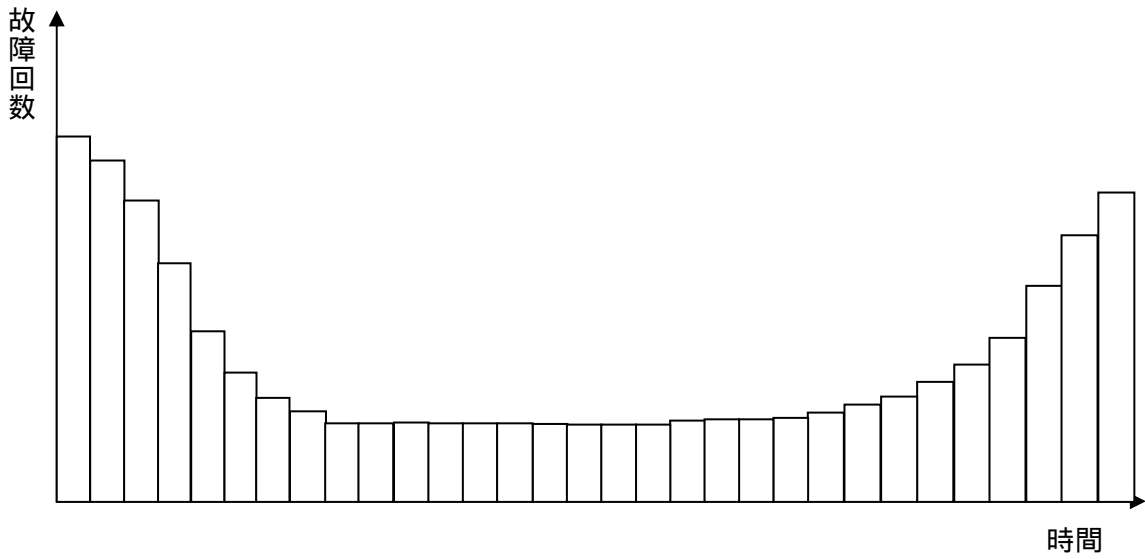
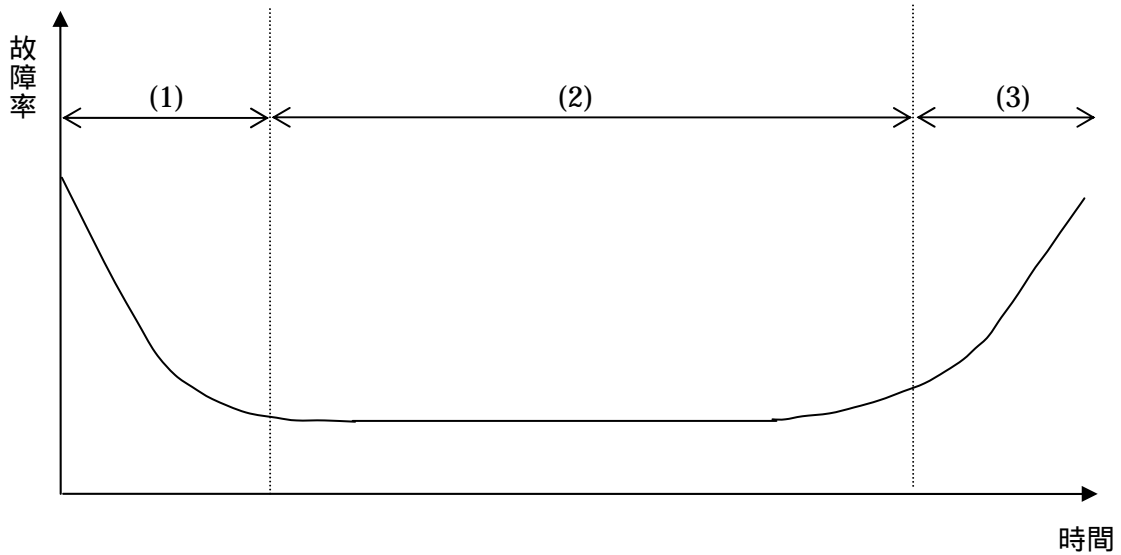

図1 故障の頻度分布
図2 バスタブ曲線
<p>ある機械部品（歯車やモーターなど）の使用開始からの経過時間を横軸に、使用期間内の各時点で故障が発生した部品の数を縦軸にとって度数分布のグラフを描くと例えば図1のようになります。横軸をそのまま縦軸をその時点で故障が発生する確率に替えると図2のようになります。図2のような形状になるのは、部品の種類によらず機械部品に概ね共通の性質であることが知られています。図2の曲線をその形状からバスタブ曲線と呼んでいます（お風呂の底の形に似ているから）。各々の期間を次のように呼びます。</p> <p>(1) 初期故障期間 この期間の故障は、部品製造工程での欠陥などの原因などによるものです。</p> <p>(2) 偶発故障期間 この期間に発生する故障の頻度はほぼ一定で、故障はランダムに発生します。</p> <p>(3) 摩耗故障期間 この期間に発生する故障は摩耗、疲労などによって寿命が尽きることによります。</p> <p>機械が故障した場合に修理するメンテナンスエンジニアは、過去の同じ種類の部品の故障発生に関するデータをこの関数に当てはめた上で、摩耗故障期間に突入するまでの時間を知っておけば、摩耗故障期間で故障が頻発する前に部品を新品に交換するなどの対策を取ることができて、作業が効率的になります。</p> <p style="text-align: right;">（坂尾知彦）</p>